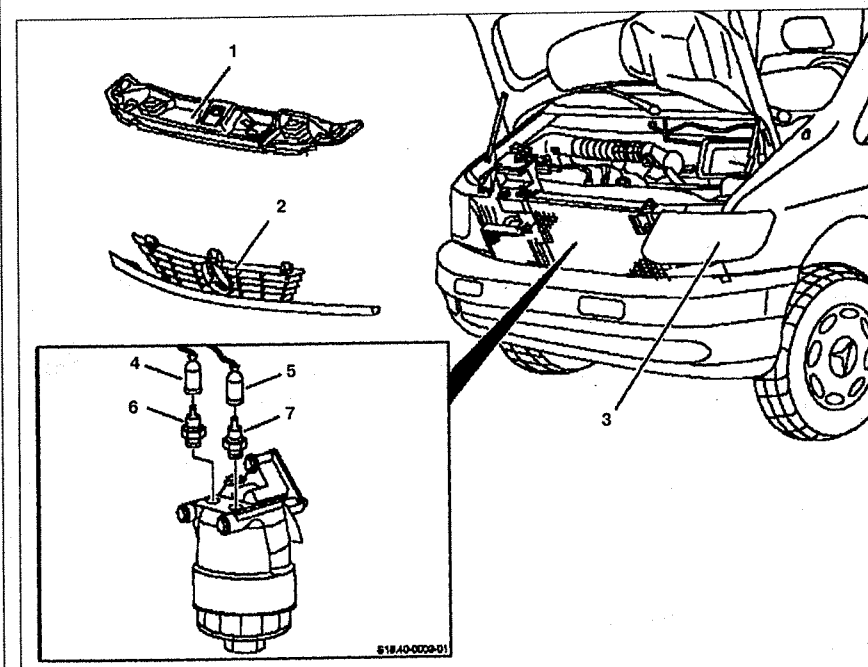

Рис. 3.31. Датчики давления масла:
2. Снимите решетку радиатора 2 (см.рис.3.31).